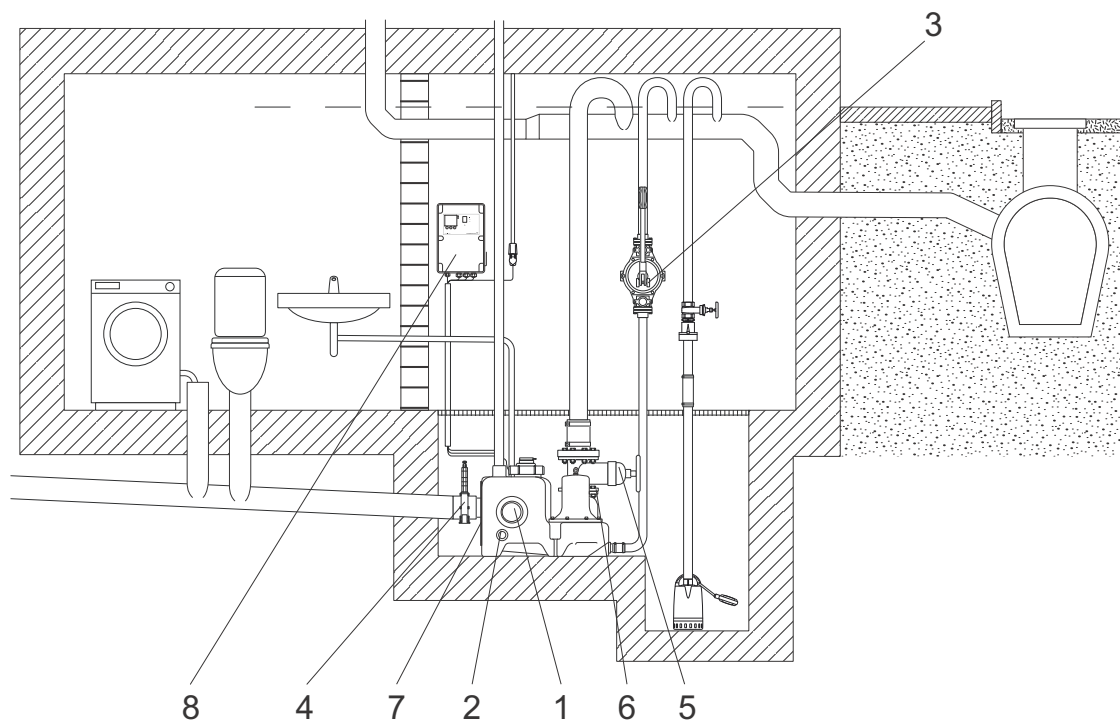

Рис. 15 Схема монтажа
- Оборудуйте место ниже уровня фундамента. Если насосная установка устанавливается в подвале, в котором существует опасность просачивания грунтовых вод, рекомендуется (а в некоторых странах требуется) использовать дополнительный дренажный насос в отдельном приемке ниже уровня фундамента для осушения комнаты. См. рис. 15.
- Все напорные патрубки насосной установки, диафрагменного и дренажного насосов должны быть оснащены петлей, расположенной над уровнем стоячей воды. Высшая точка U-образного колена или обратного гидравлического затвора должна находиться выше уровня грунта. См. рис. 15.